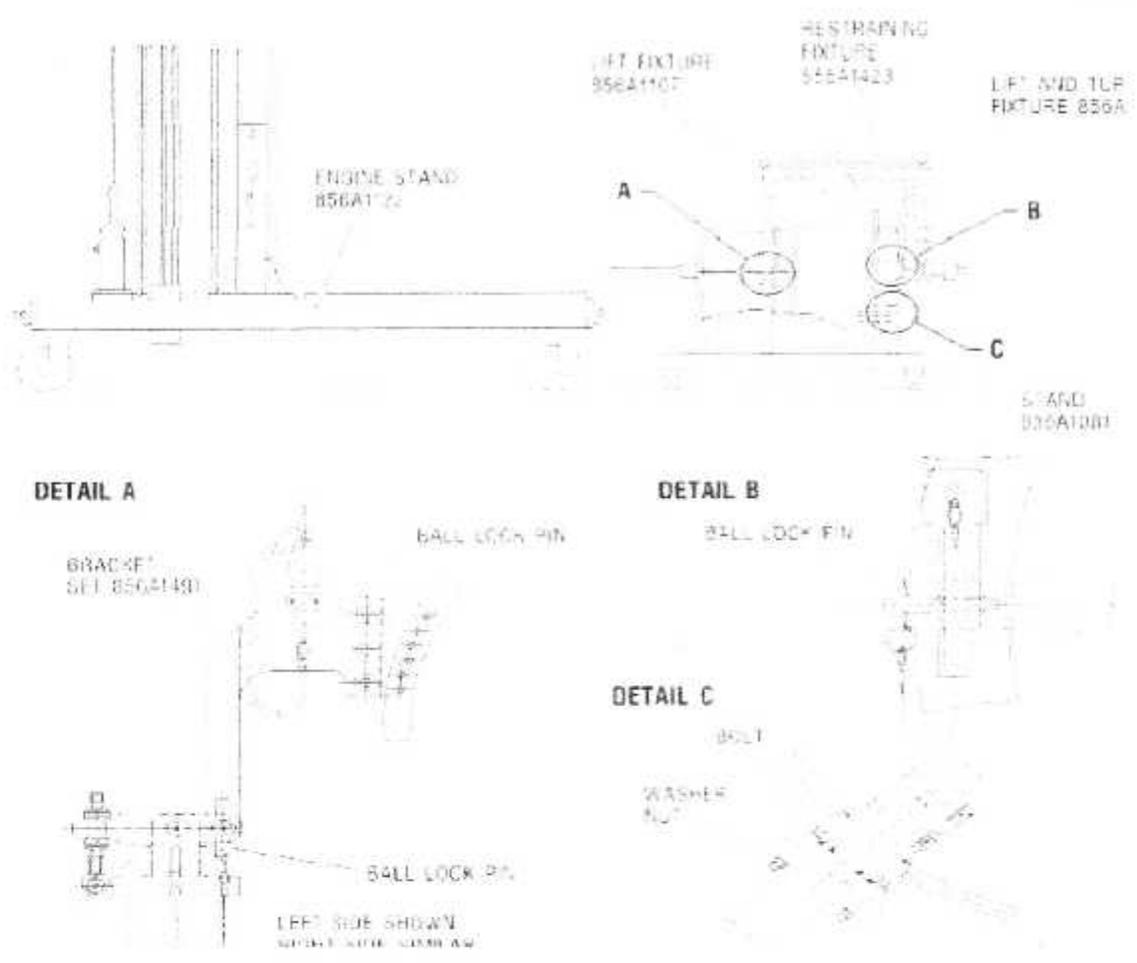

Fig. III. 61 : Dépose du Major Core du Module FAN.
12. On enlève le module Major Core du module du Fan. (fig. III. 61).